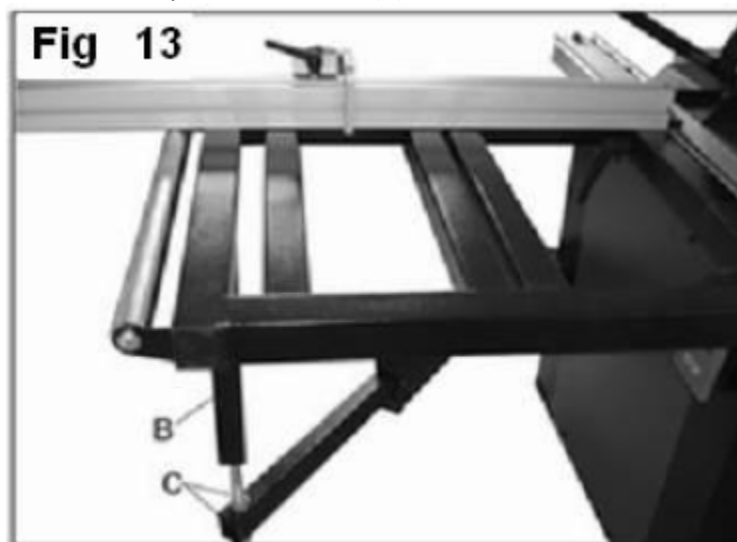

Рис. 13
2. Ослабить четыре болта с шестигранной головкой М8 х 25 (А), отрегулировать по уровню каретку болтом М8 х 40 (В) (рис. 13³).